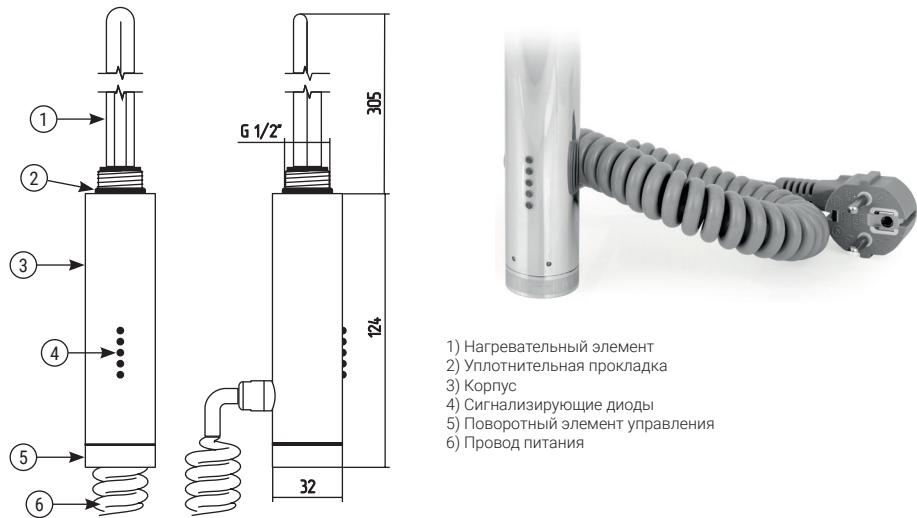

Рис.2
- 6.3. Составные элементы (рис. 2):